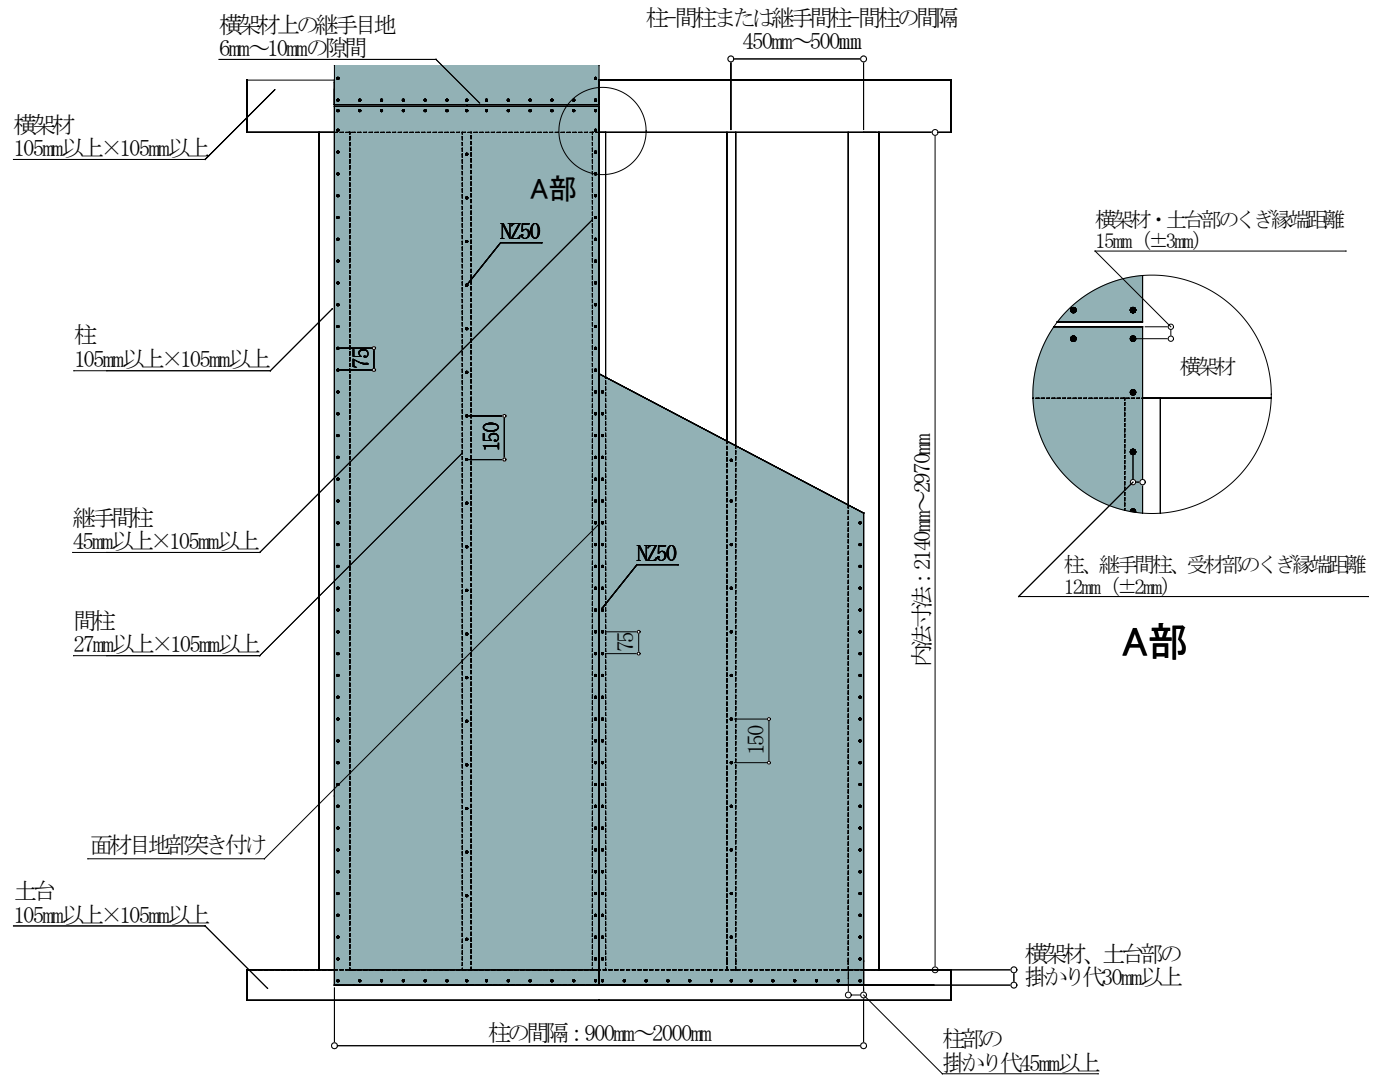

図6 標準仕様 (FRM-0678 : 2.7倍) 施工概略図 (2P の場合)
施工においては、図6および注意事項に記載の内容を遵守してください。
- ・タイガーEX ハイパーは、原則1枚張りとし、縦継ぎ張りについては、P28「⑧縦継ぎ張りについて」をご確認ください。
- ・図6は2Pの施工例となっておりますが、1Pの場合も耐力壁とできます。